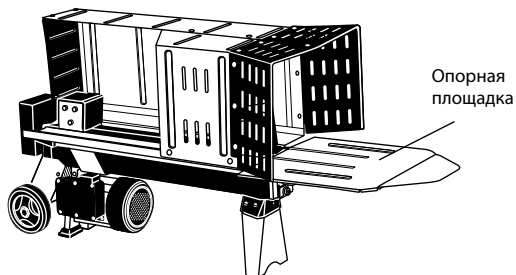

Рис. 3
5. Вставьте опорную плиту перед машиной (рис. 3).